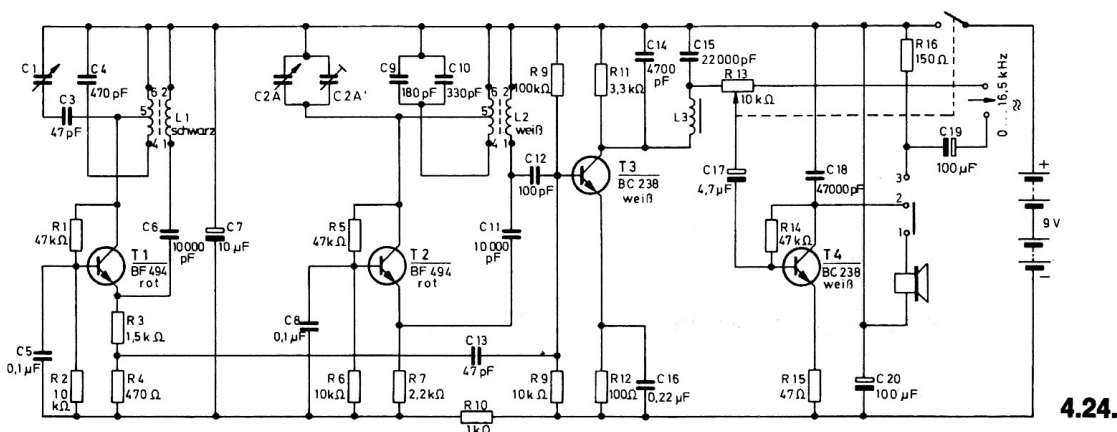

Afb. 23
2. Draai voorzichtig na elkaar aan de beide kernen van de witte en zwarte MF spoelen (afb. 23), totdat de luidspreker na een lage toon en het regelmatig tikken (of kraken) niets meer van zich laat horen. Zoals in de inleiding is gezegd, neem je frequenties boven de 16 Hz pas waar als toon. Daarom hoor je alleen nog maar tikken of gekraak, als je de toon door het draaien aan de trimmers steeds verder in de buurt van de frequentie nul brengt.